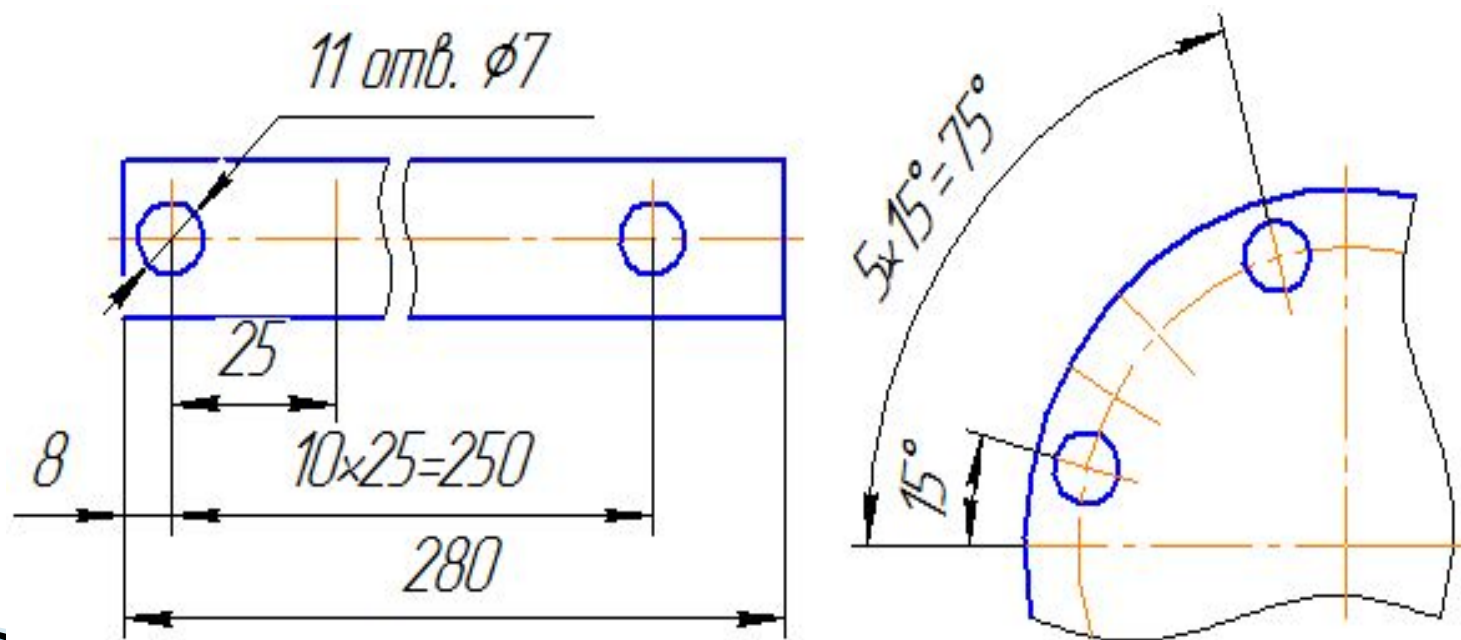

Рисунок 3.27
- При нанесении размеров, определяющих расстояние между равномерно расположенными одинаковыми элементами изделия (например, отверстиями), рекомендуется вместо размерных цепей наносить размер между соседними элементами и размер между крайними элементами в виде произведения количества промежутков между элементами на размер промежутка (Рисунок 3.27).